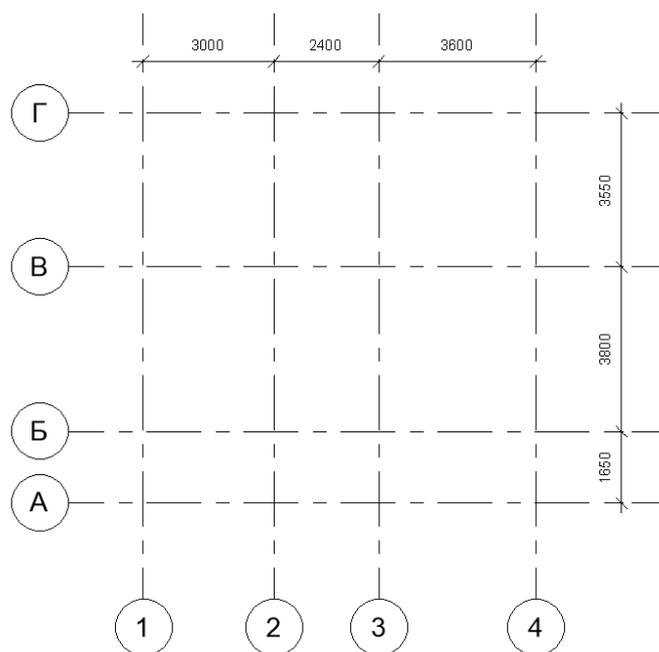

Рисунок 3 – Линии сетки осей
1) *Построение сетки осей и уровней.* Перейдите на план этажа, если он не создан, то для начала создайте его: **Вид > Создание > Виды в плане > План этажа**. Постройте в произвольном месте рабочего пространства вида четыре вертикальных оси с цифровой маркировкой (вкладка **Архитектура > Основа > Сетка**). Расстояние между осями – 3000, 2400 и 3600 мм. Постройте четыре горизонтальных оси с буквенной маркировкой. Расстояние между осями – 1650, 3800 и 3550 мм (см. рис. 3). Для удобства построения сетки осей их можно построить сначала в произвольной форме, затем нанести аннотации, используя инструмент **Параллельный** с вкладки **Аннотации**, а после этого, переходя в режим редактирования размера (двойной щелчок мыши), установить необходимые расстояния между осями.